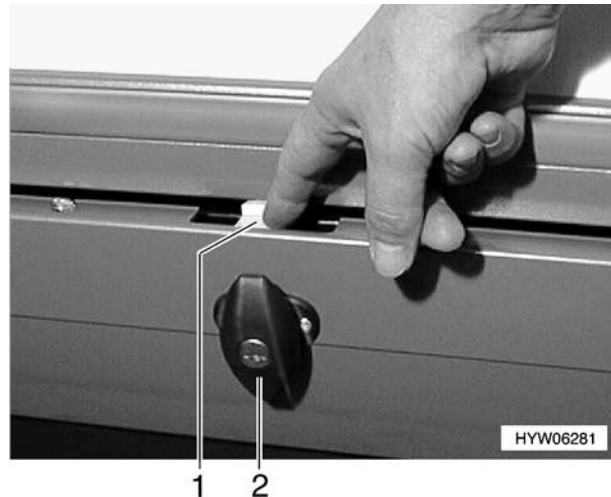

Bild 44 Sicherung am Unterflur-Schubkasten
- Klappenschloss (Bild 44,2) wie oben beschrieben öffnen.
- Sicherung (Bild 44,1) herunterdrücken, gedrückt halten und Unterflur-Schubkasten herausziehen.